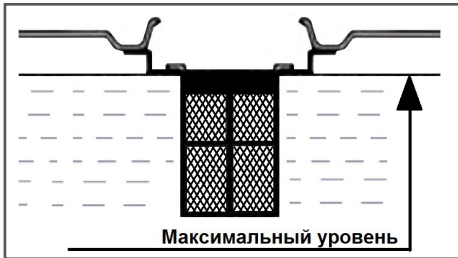

Рис. 6 Максимальный уровень топлива
Максимальный уровень топлива показан на Рис. 6.
3. Залейте бензин в топливный бак при помощи специальной емкости или воронки до уровня, показанного на Рис.6.